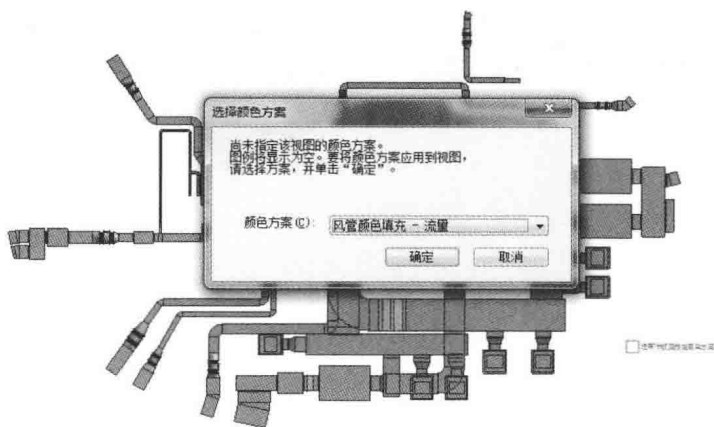

图 2.1-13
3) 单击进入并放置图例,出现如图 2.1-13 所示的对话框。